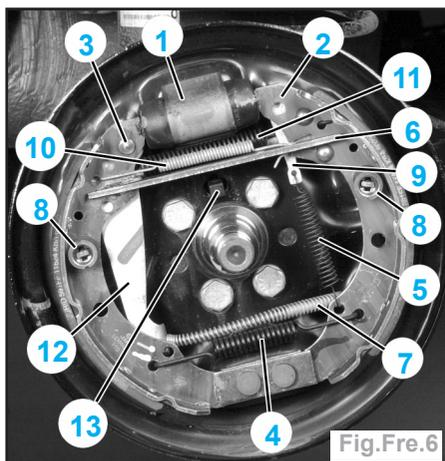

Fig.Fre.6
- les coupelles (8) et les ressorts de maintien latéral des épingles avec une pince universelle (Fig.Fre.6).
- Extraire le ressort de rappel inférieur (4).
- Décrocher le câble (7) de frein de stationnement du levier de frein.